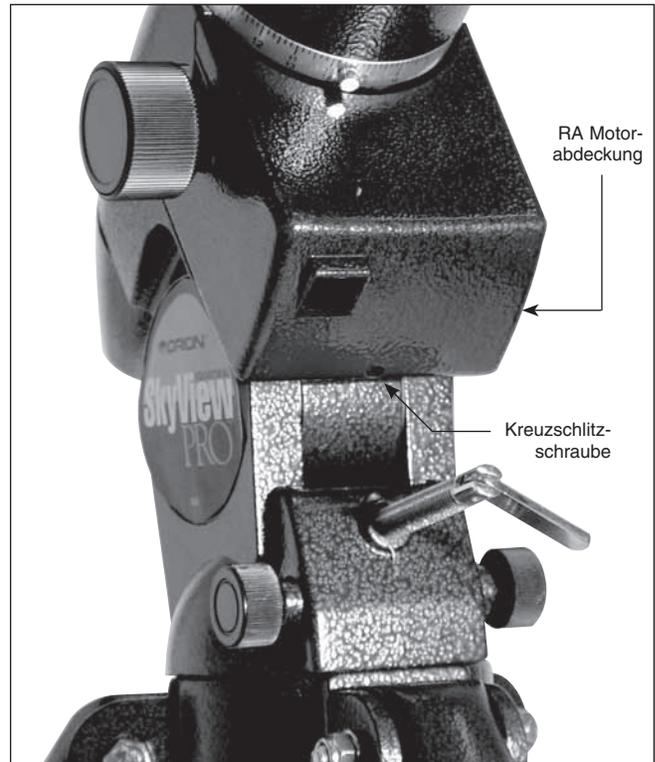

Abbildung 2. Der RA-Motorabdeckung
1. Entfernen Sie die RA Motorabdeckung aus der Halterung durch Lösen der Kreuzschlitzschraube an der Unterseite der Abdeckung (**Abbildung 2**). Schieben Sie die Abdeckung von der Halterung.